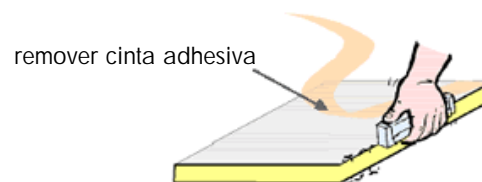

Fig. 28
- Si es necesario, lime los filos del panel hasta obtener una terminación perfecta. Retire las cintas de la superficie y limpie el panel hasta dejarlo listo para su instalación. Ubíquelo en un punto cercano al sitio de montaje. (Fig. 28)